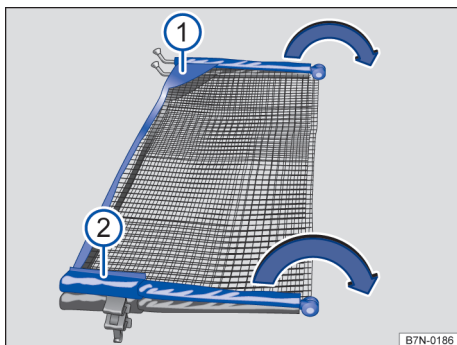

Fig. 183 Abrir a rede divisória.
Abrir totalmente as barras transversais da rede divisória → Fig. 183 ① e ② no sentido da seta até se ouvir um ruído de “clique”.